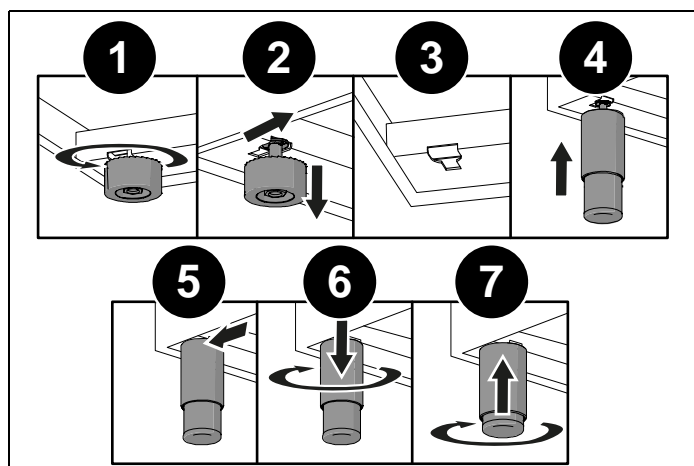

Fig. 4
- démonter les supports (1 et 2, Fig. 4 ),
- encliqueter les pieds dans le dispositif en forme de clé situé sous l'appareil (3 et 4, Fig. 4 ),
- visser fermement les pieds à la base (5 et 6, Fig. 4 ),
Ajuster la hauteur des pieds à la bonne hauteur(7, Fig. 4 ).
En abaissant l'appareil, éviter de maintenir la tension sur les pieds (Fig. 4 ). On suggère d'utiliser une épaisseur sur la base ou une palette pour éviter d'incliner la cuisinière.